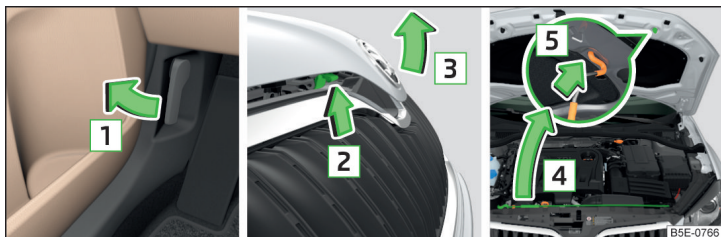

Fig. 157 Deschiderea capotei
- Trageți de maneta de deblocare de sub planșa de bord, în sensul săgeții **1** » fig. 157.
Nu ridicați niciodată capota motorului prin prindere de maneta de deblocare » fig. 157.